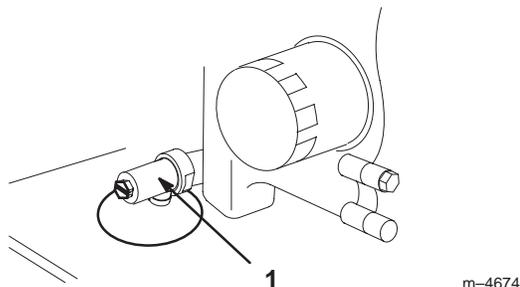

Figure 39
3. Placez un bac de vidange sous l'orifice de vidange. Ouvrez le robinet de vidange avec un tournevis à lame plate, une clé de 3/8 pouce ou une clé de 10 mm (Fig. 39).
4. Tournez le robinet dans le sens horaire pour le fermer et dans le sens anti-horaire pour l'ouvrir (Fig. 39).
- Quand toute l'huile s'est écoulée, refermez le robinet de vidange (Fig. 39).